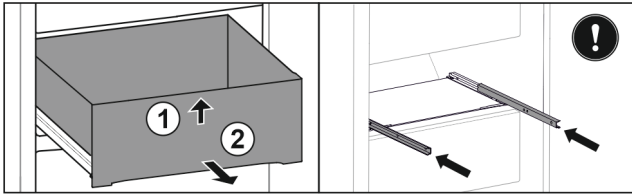

Fig. 98
- ▶ Nosta vetolaatikon etuosaa ylös. Fig. 98 (1)
- ▶ Poista vetolaatikko vetämällä sitä eteenpäin. Fig. 98 (2)